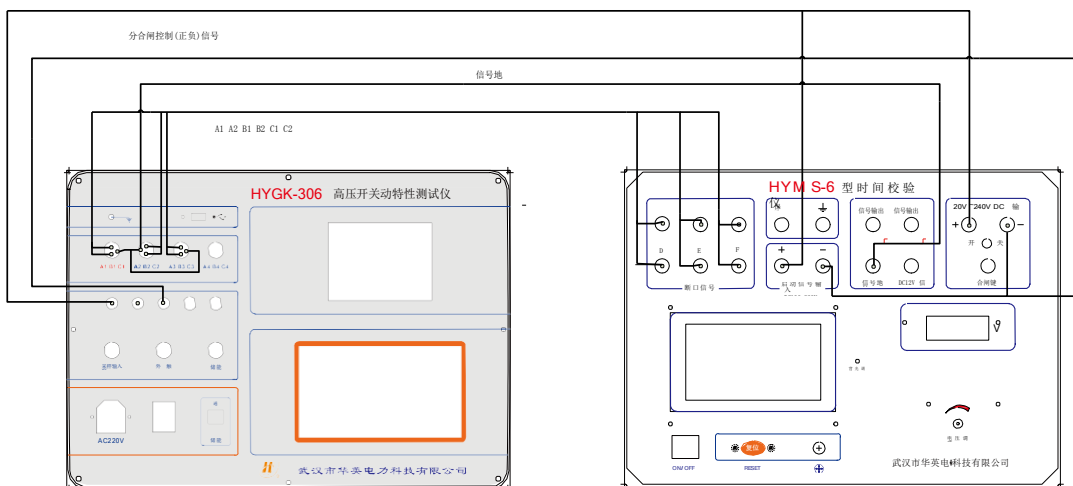

图4 不带电源被式测试接线
5. 不带操作电源状态下高压开关测试仪接线图：（被动式如图 4）
- 5.1 按图 4 接线，按 4.2 调节内置电源后将内置电源置“关”的位置